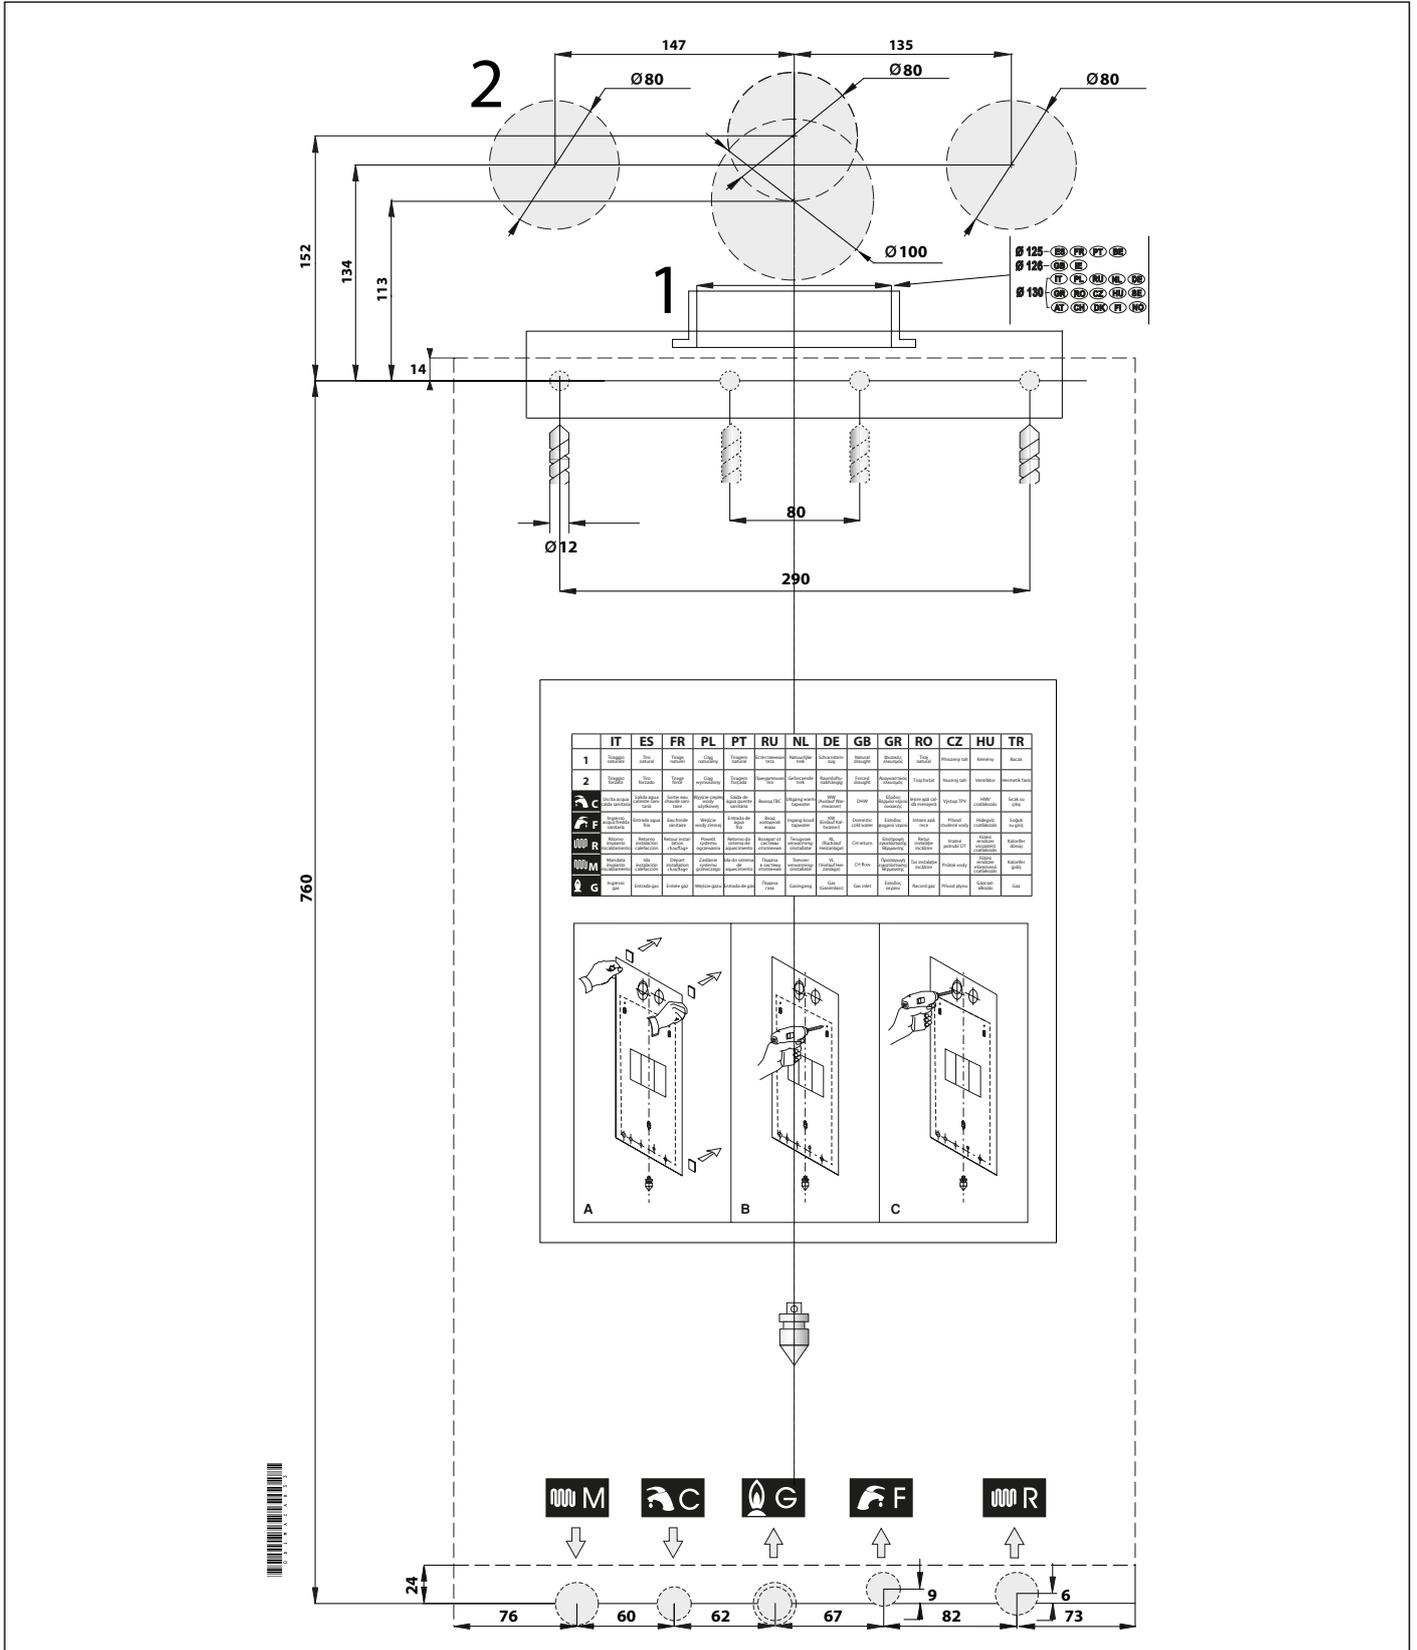

Рис. 13 Шаблон из картона
- » монтажный бумажный шаблон для настенного котла (смотри Рис. 13 Шаблон из картона).
Каждый котел снабжен специальным шаблоном из картона (смотри Рис. 13 Шаблон из картона).